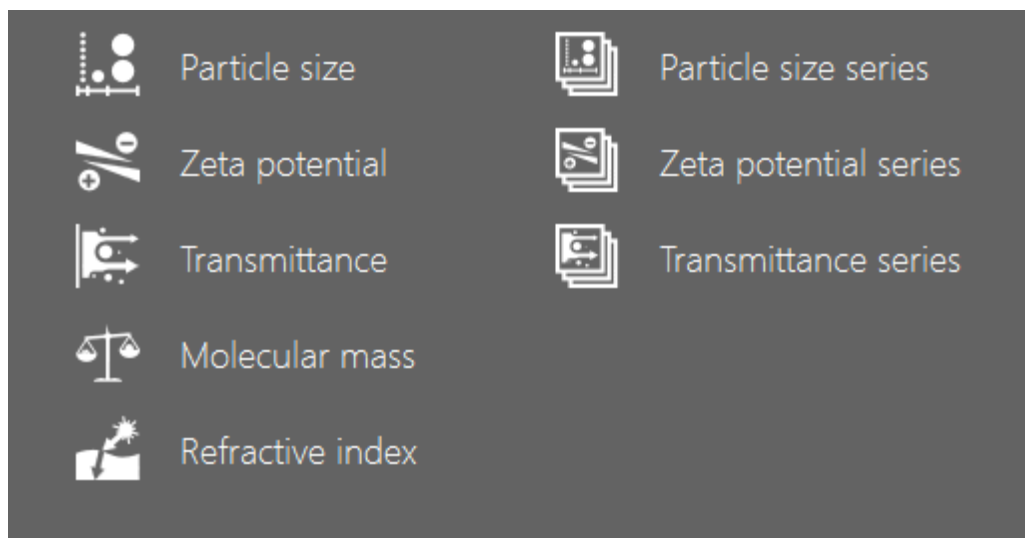

图. 43: 新建一个分子量测量
- Kalliope 初始界面（图.15）点击<+>号按钮创建一个新的测量。选择分子量（图.43）。在显示屏的左边输入参数，如下所示(见图.44)。所有输入参数的说明可以在 Litesizer™参考指南中找到。